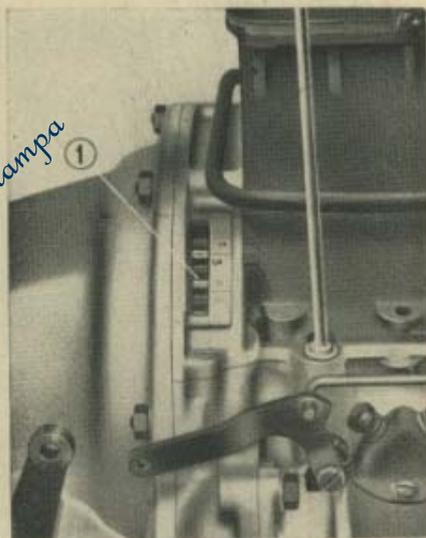

Fig. 8. - Indice per la messa in fase della distribuzione
- b) Far girare — con la manovella — l'albero motore fino a che il dente del volano motore segnato con la lettera « O » non venga a coincidere con l'indicazione 1/3 segnata sul bordo della feritoia della scatola del volano (vedi fig. 8) ed il pettine dello spinterogeno sia in corrispondenza del contatto del cavo contrassegnato sulla calotta dello spinterogeno col N° 3.